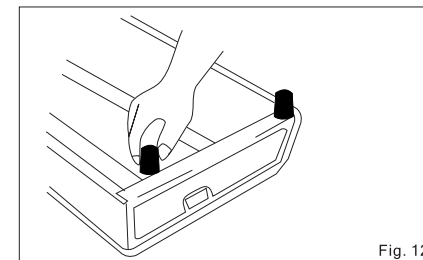

Fig. 12
• Fixez les pieds en caoutchouc en renversant le réchaud avec la partie supérieure vers le bas et serrez-les dans les orifices au fond du réchaud (fig. 12).